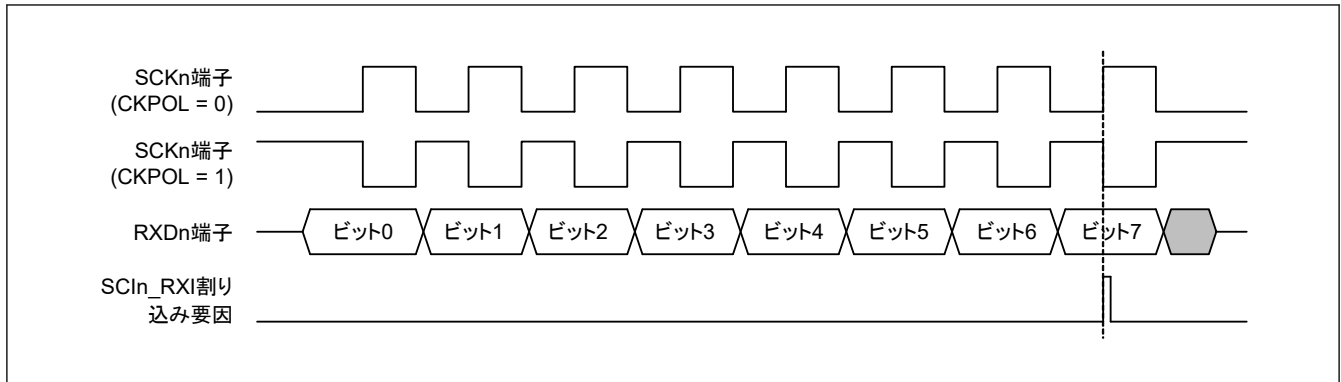

図 27.105 簡易 SPI モードにおける SCIIn_RXI 割り込みの発生タイミング (クロック遅れあり)
- クロック遅れあり (SPMR.CKPH ビット = 1) では、図 27.105 に示すように、SCK_n 端子の最終クロックエッジ手前のクロックエッジで受信データフル割り込み (SCI_n_RXI) が発生します。SCR レジスタの TE ビットと RE ビットを SCK_n 端子の最終クロックエッジより前に 0 にすると、SCK_n 端子出力がハイインピーダンスとなり、送受信クロックの最後のクロックパルス幅が短くなります。また、SCI_n_RXI 割り込みの発生によって、SCK_n 端子の最終クロックエッジより前に接続先スレーブの SS_n 端子入力信号が High になった場合、スレーブが誤動作する可能性があります。